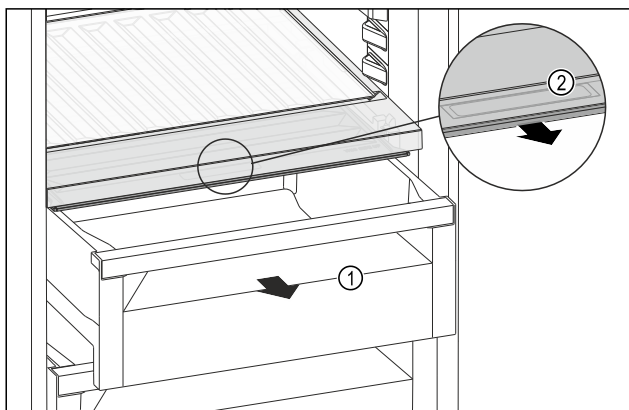

Fig. 122
- ▶ Vytiahnite zásuvku Fig. 122 (1).
- ▶ Uchopte priehlbínu na rukoväť Fig. 122 (2) na veko zásuvky a súčasne ťahajte veko zásuvky dopredu.